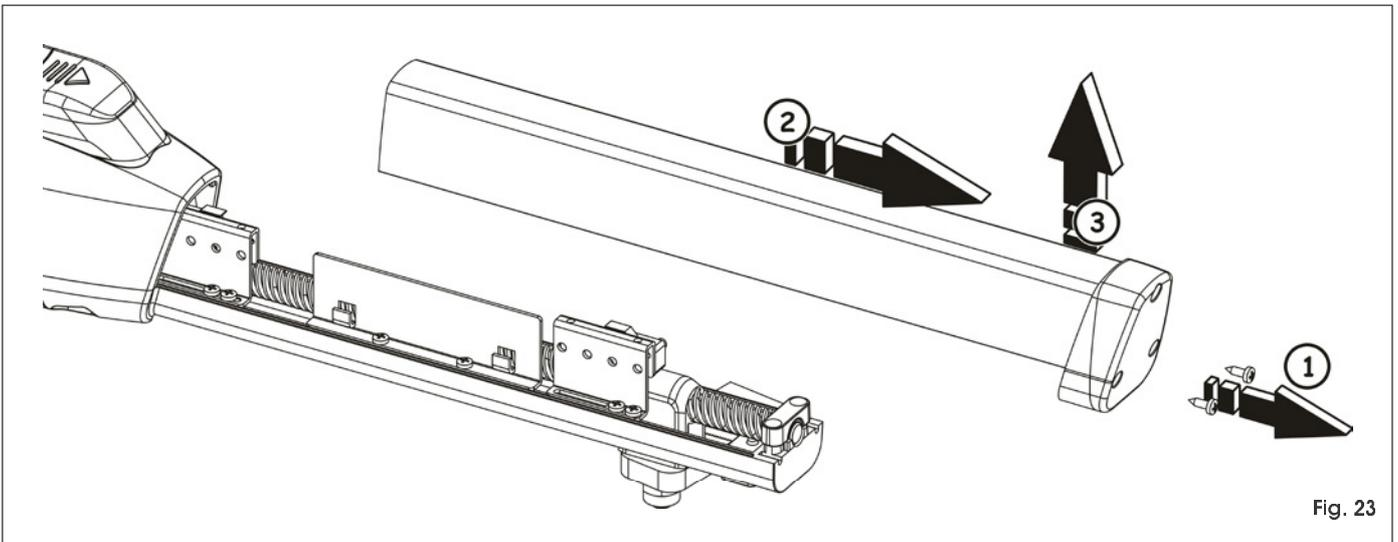

Fig. 23
1. Svitare le due viti inferiori del tappo frontale e sfilare il carter di copertura, Fig.23